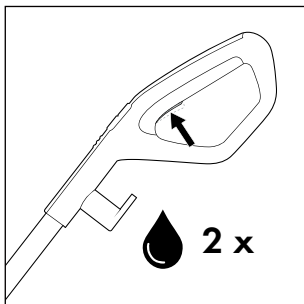
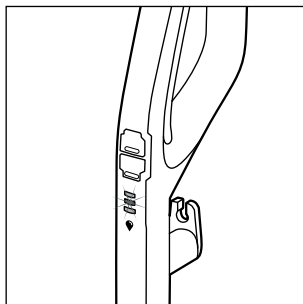

Fig. 14
Fig. 15
- ♦ Antes de cada uso, pulse brevemente dos veces el interruptor de la solución de limpieza **15** para activar la función de rociado permanente y preparar el rodillo de cepillos **6** con la solución de limpieza para su uso (consulte la fig. 14). El indicador de la solución de limpieza  **12** parpadea en azul de forma alterna cuando está activada la función de rociado permanente o mientras se mantiene pulsado el interruptor de la solución de limpieza **15** (consulte la fig. 15).